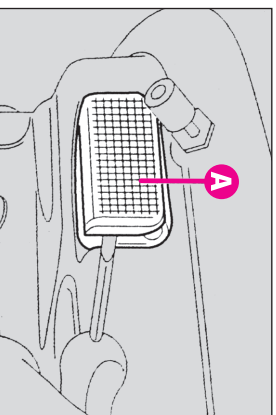

fig. 61
- scoateți unitatea de iluminare (A-fig. 61), apăsând cu surubelnița în locurile indicate de săgeți.